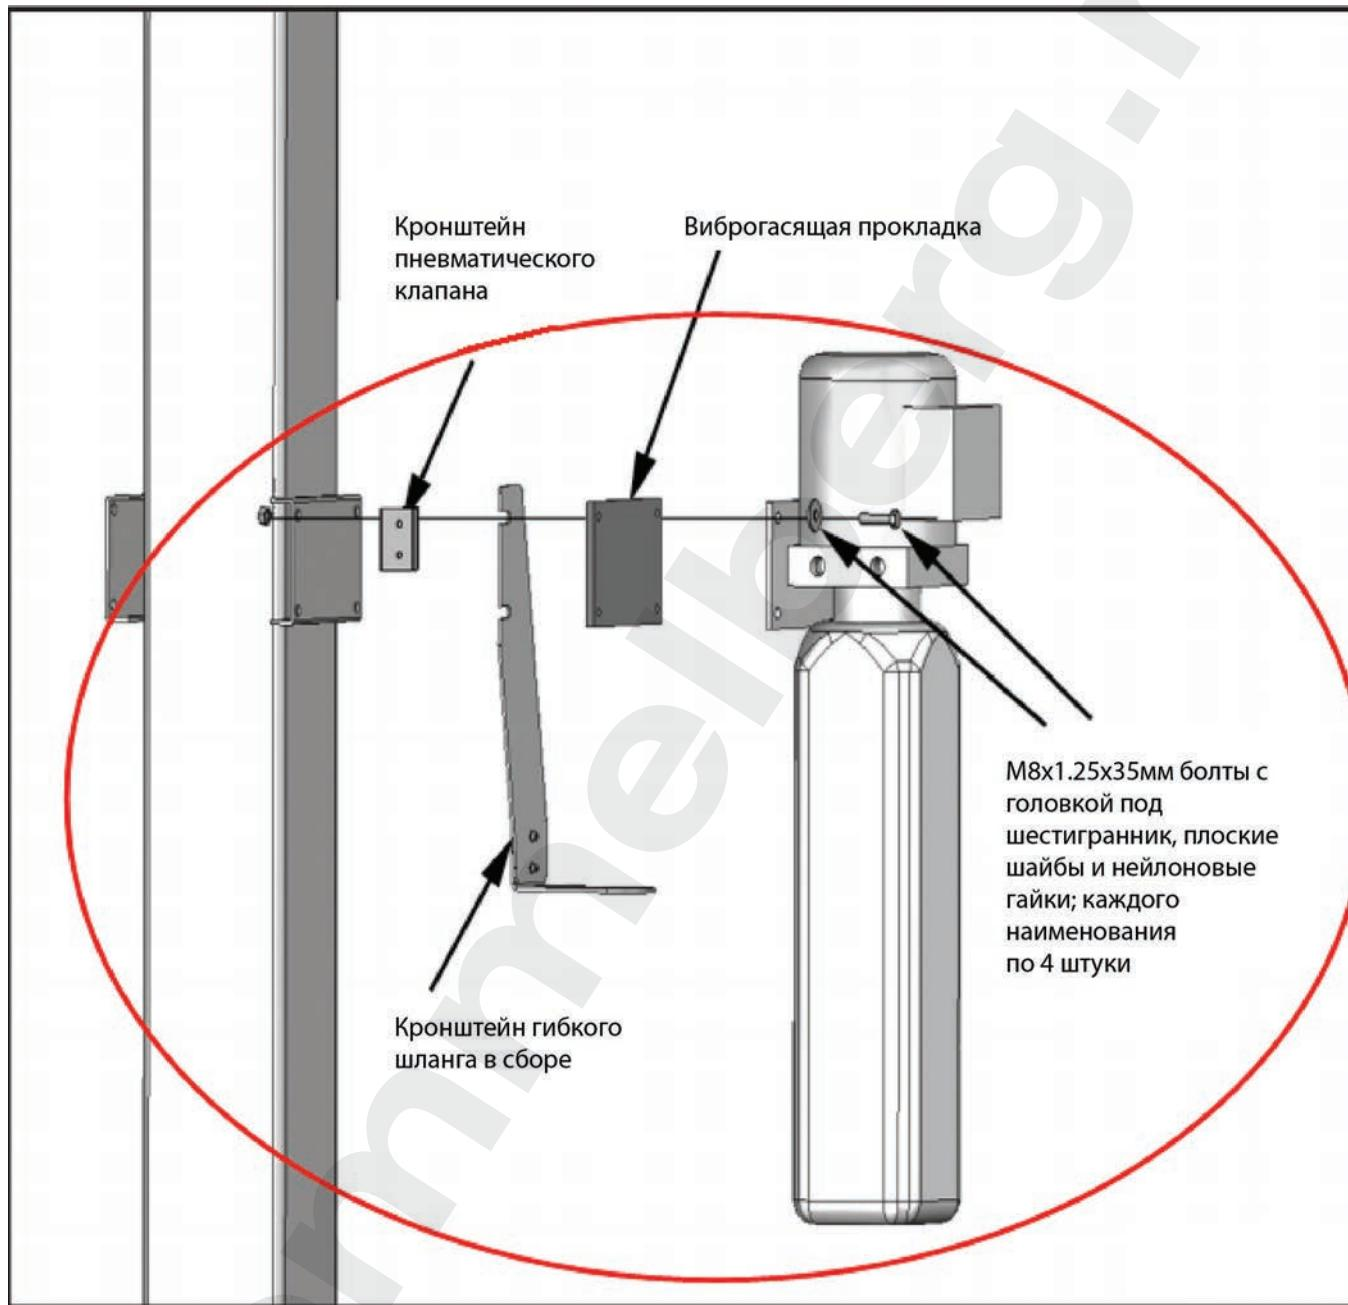

Рис. 9.1
1. Закрепите гидроагрегат на кронштейн, используя болты M8 с головкой под шестигранник и нейлоновые гайки. Залейте необходимое количество (прим. 14 л.) рекомендованной гидравлической жидкости Trommelberg TR-32H (см. рис. 9.1).